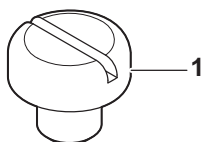

Figura 24
15. Instale o novo O-ring (2, **Figura 24**) no tampão (1, **Figura 24**).